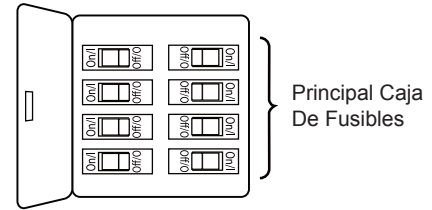

Figura 1
### Uso de perfil bajo (Figura 1)
1. Extraiga la pieza de la bola colgante de la unidad de la bola colgante / varilla aflojando el tornillo de presión de la bola colgante hasta que la bola se libere de la varilla. Retire el pasador del barral y luego extraiga la semiesfera. Conserve el pasador y la semiesfera para su reinstalación en el Paso 7. (Figura 1)
Para evitar una posible descarga eléctrica, asegúrese de cortar la alimentación eléctrica de la caja de fusibles principal antes de colgar el ventilador. (Figura 1)
1. Para configurar el código de unidad del receptor. Deslice los interruptores de código a las mismas posiciones que en el transmisor. (Figura 1)
1. Instale la cubierta rotando la ranura clave en la cubierta sobre el tornillo de hombro del soporte del gancho, teniendo cuidado de no pillar los cables. Fije el tornillo de hombro. Instale adecuadamente y fije el segundo tornillo de hombro que fue anteriormente guardado. (Figura 1)
1. Asegure las tres palas usando los tornillos de 1/4"-20 en la placa de las palas a través de los orificios ubicados en la parte inferior del motor. (Figura 1)
- 1. IMPORTANTE:** El uso de un regulador de la intensidad completa (no incluido) para controlar la velocidad del ventilador dañará el dispositivo. Para reducir el riesgo de incendio o descarga eléctrica, no utilice dicho regulador para controlar la velocidad del ventilador. (Figura 1)
1. Instalación de la placa de la pared: (Figura 1)